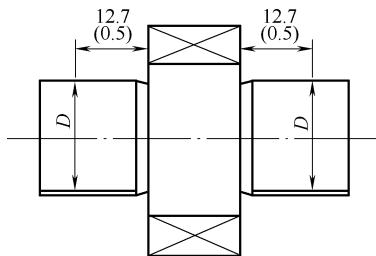

图 3-39 齿轮检查
4) 齿轮检查。从前、后两个方向检查驱动与从动齿轮，如果磨损过度，则应更换一对齿轮；如果尺寸 D 小于规定值（ $D = 20.961\text{mm}$ ），也应成对更换，如图 3-39 所示。